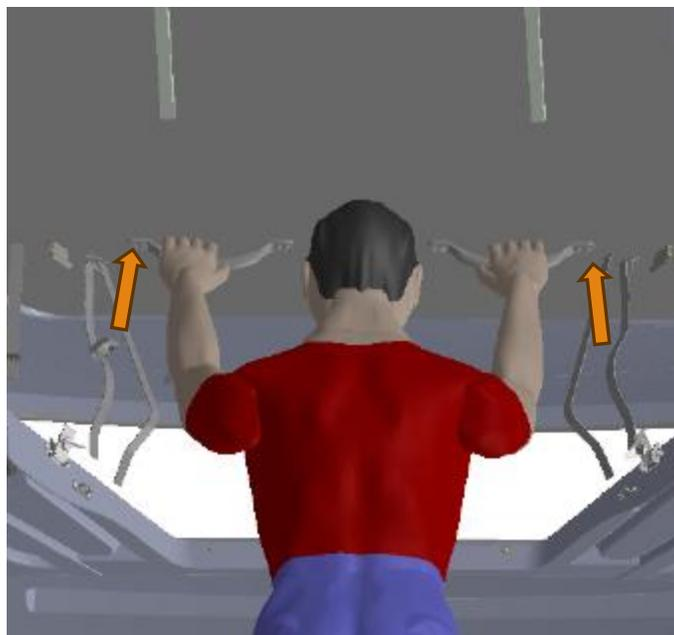

Fig. 3
- À l'aide de vos deux mains, soulevez et poussez le toit uniformément vers le haut. Il est important de ne pas provoquer d'inclinaison incontrôlée du toit d'un côté ou de l'autre lors de l'ouverture (Fig. 3)